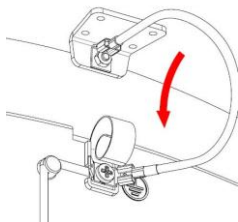

Figura 8.
- Conectar el cable de tierra suministrado por un extremo a la patilla superior de la carcasa y por el otro al terminal de tierra de la base, tal y como se muestra en la figura 8.